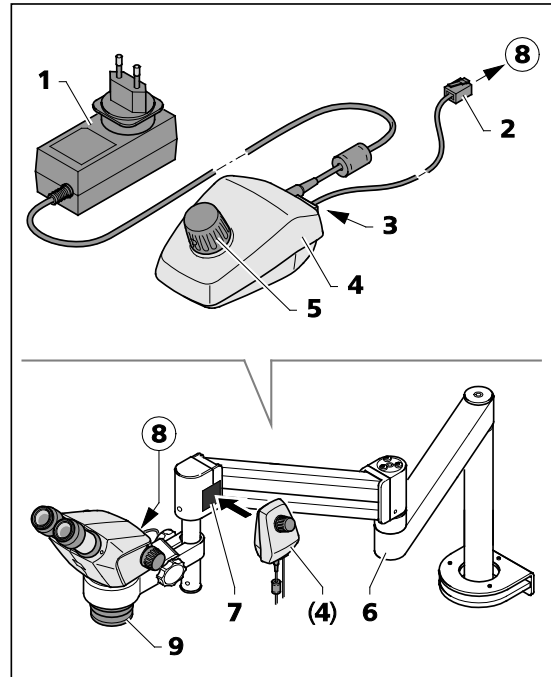

Fig. 24 Controlador K LED
O controlador K (Fig. 24/4) serve para o comando do iluminador vertical do corpo Stemi 305 ou da lâmpada anular no uso de estativos com braço A ou U ou outros estativos.
- Aparafusar o sistema adicional 0,5x/185 mm (Fig. 24/9) ao corpo de microscópio.
- Usando a lâmpada anular, montar a mesma mediante o adaptador fornecido (diâmetro interno 58 mm, exterior 66 mm) ao sistema adicional (Fig. 24/9).
- Fixar a placa magnética (Fig. 24/7) por meio do lado adesivo ao estativo de braço giratório.
- Inserir o cabo de ligação fornecido (1 m de comprimento) (Fig. 24/2) na tomada (Fig. 24/8) situada no corpo de microscópio ou na lâmpada anular e na tomada (Fig. 24/3) disposta no lado posterior do controlador K (Fig. 24/4).
- Adaptar o controlador K (Fig. 24/4) à placa magnética (Fig. 24/7).
- Ligar o controlador K por meio do bloco de alimentação (Fig. 24/1) à rede de corrente.
- Alinhar o stativo de braço giratório (Fig. 24/6) de maneira que haja uma postura de trabalho ergométrica.
- Apertando o botão rotativo (Fig. 24/5), disposto no controlador K, conectar o iluminador vertical (ou a lâmpada anular) e regular a intensidade luminosa, dando volta ao botão.